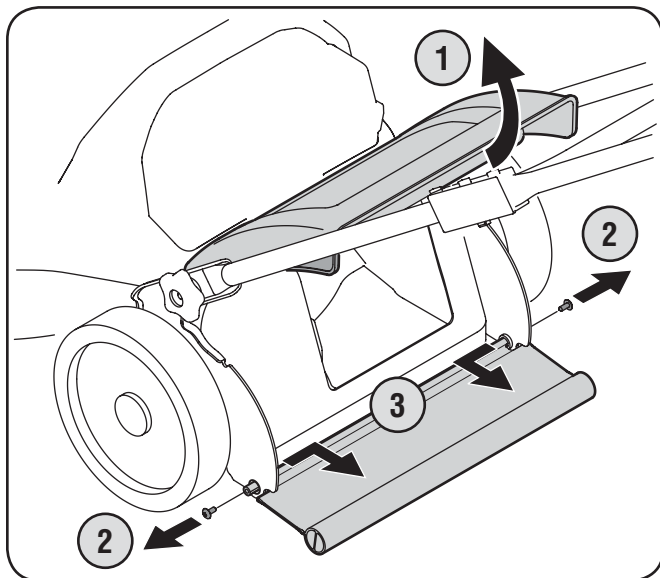

Figure 6-3
2. Pressez sur chaque côté du déflecteur pour le dégager des trous. Voir la Fig. 6-3.